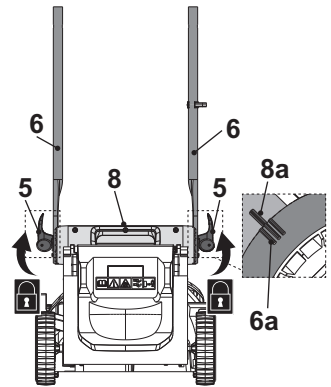

Fig. 2
3. Fixez les barres de guidon inférieures (6) en repliant les leviers de verrouillage (5) vers les barres de guidon inférieures (6). Si le levier de verrouillage (5) ne se replie pas, dévissez-le et essayez de le replier à nouveau. S'il n'est pas assez serré, revissez le levier de verrouillage (5) en le tournant dans le sens horaire (Fig. 2).